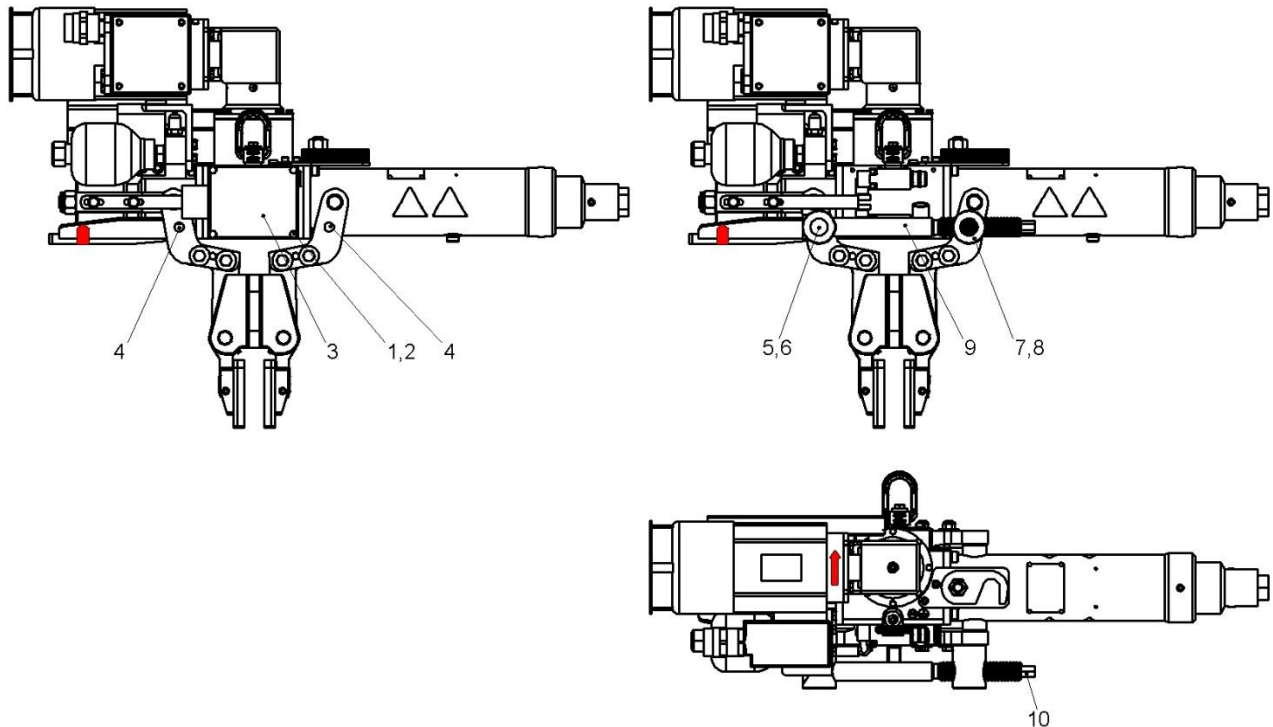
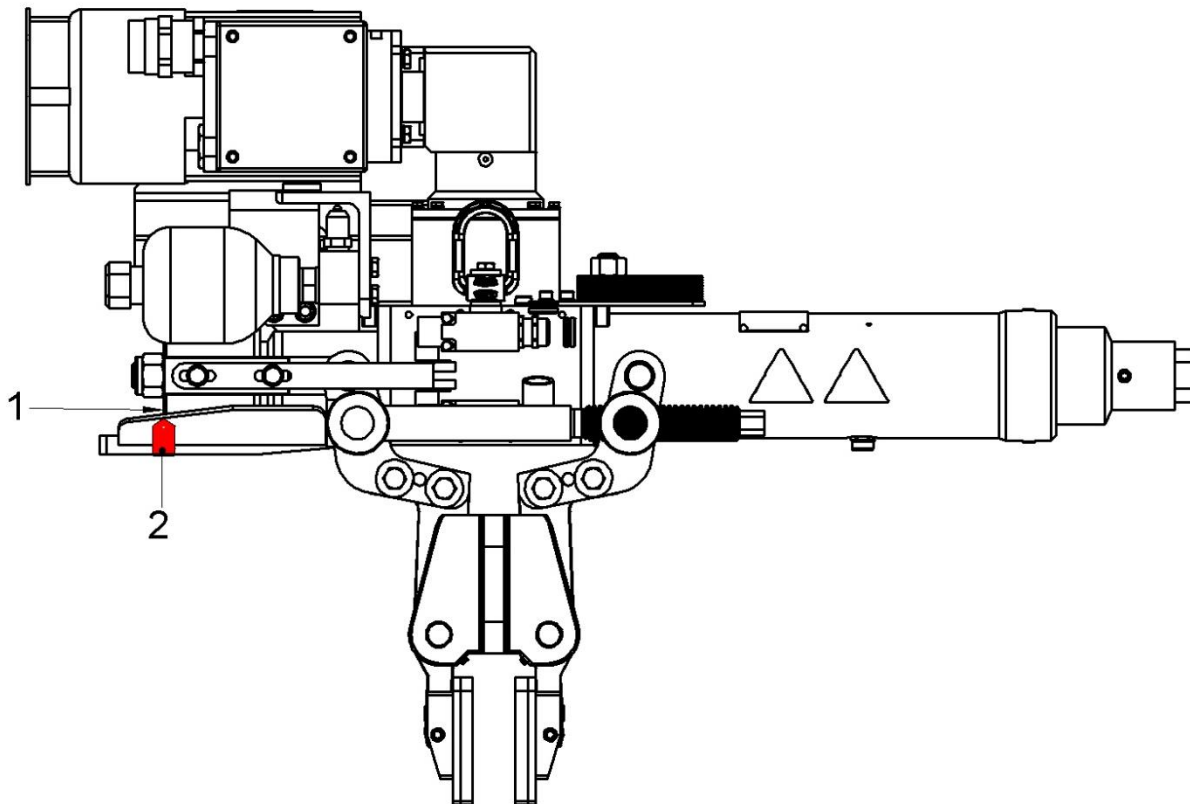
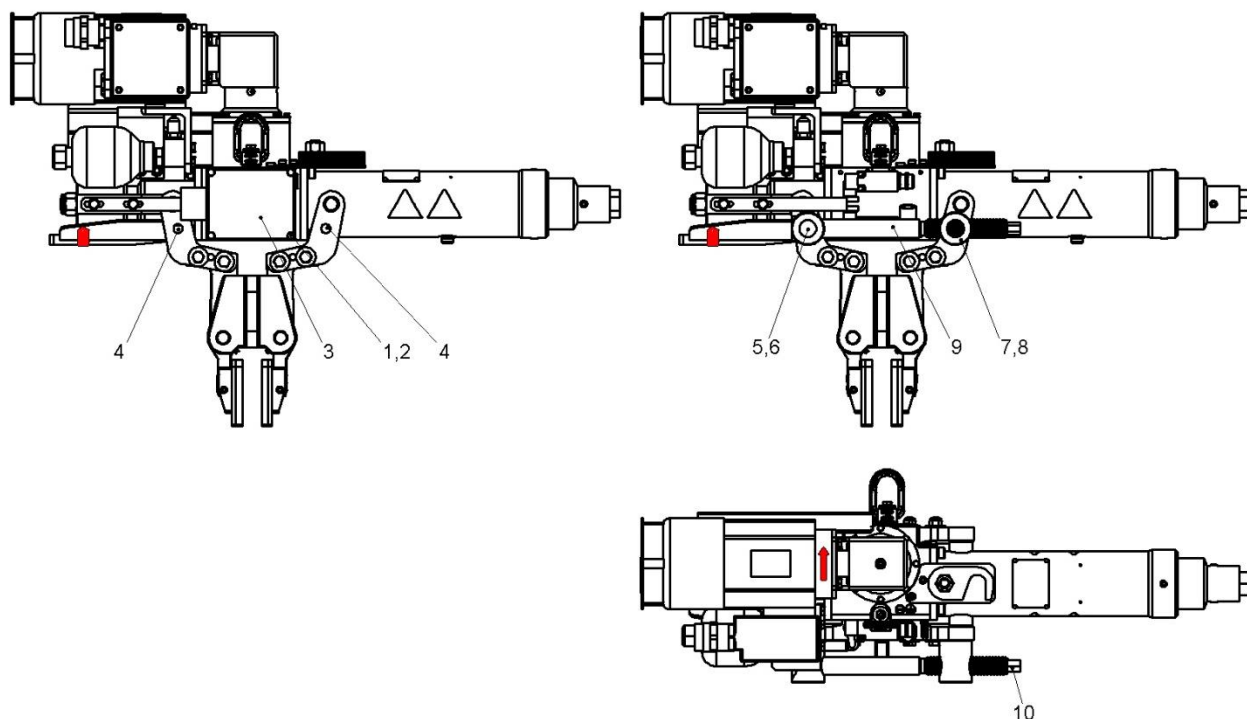
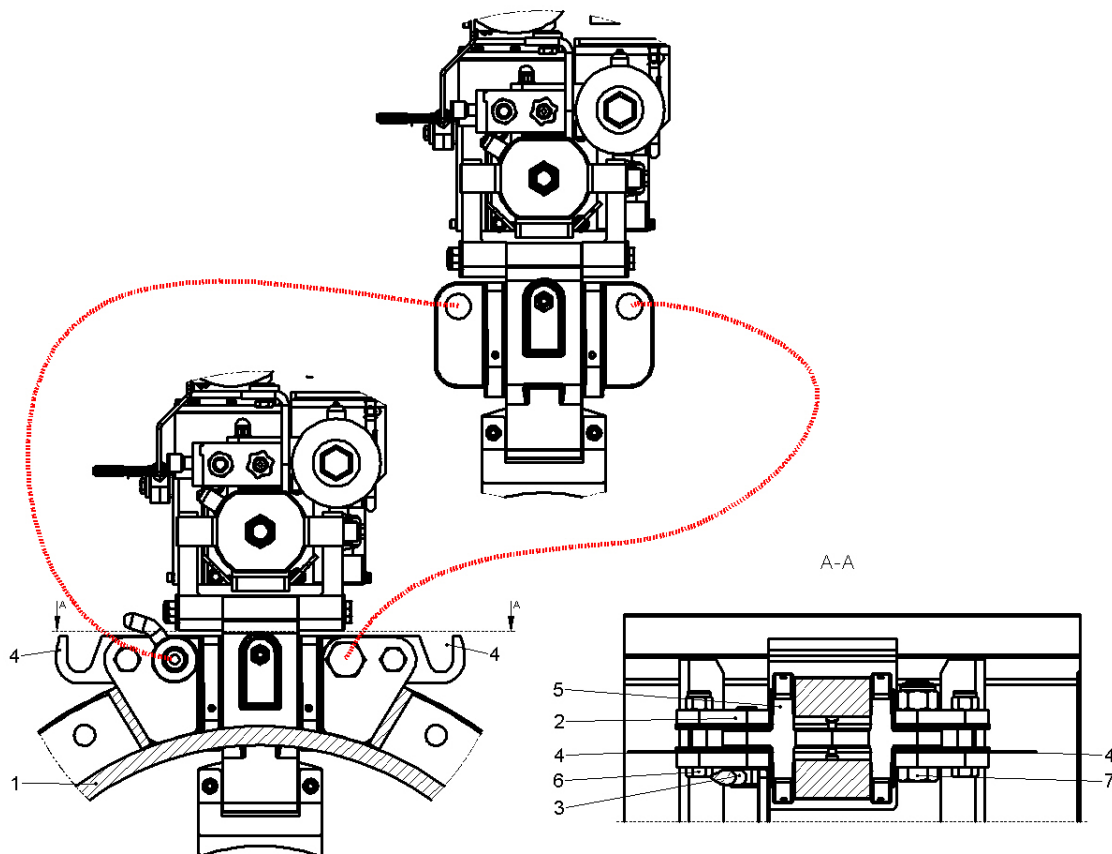

Abbildung 5: Manuelles Lüften der tz-Funktionsbremse
Abbildung 6: Maximale Lüftposition bei manuellem Lüften
Abbildung 11: Ausrichten der tz-Funktionsbremse zur Bremsscheibe
Abbildung 12: Bremszangenaufnahme mit tz-Funktionsbremse
(siehe Abbildung 5 und Abbildung 6)
Die tz-Funktionsbremse wird manuell mit Hilfe der Montagehilfe, kpl. (Positionen 5, 6, 7, 8 und 9, Abbildung 5) gelüftet. Die maximale Lüftposition beim manuellen Öffnen (siehe Abbildung 6) ist an der Schutzabdeckung (Position 1, Abbildung 6) markiert.
Bei Einsatz der Montagehilfe (Positionen 5, 6, 7, 8 und 9, Abbildung 5) auf der in Abbildung 5 dargestellten Seite wird zunächst das Gehäuse (Position 3, Abbildung 5) mit den Nord-Lock-Scheiben und den Schrauben (Positionen 1 und 2, Abbildung 5) entfernt. Bei Einsatz auf der gegenüberliegenden Seite entfällt dieser Schritt. Mit Hilfe der Schrauben (Positionen 5 und 7, Abbildung 5) werden das Haltestück (Position 6, Abbildung 5) und das Gewindestück (Position 8, Abbildung 5) in die entsprechenden Gewindebohrungen (Position 4, Abbildung 5) montiert. Die Spindel (Position 9, Abbildung 5) wird durch das Haltestück (Position 6, Abbildung 5) zum Gewindestück (Position 8, Abbildung 5) geschoben und greift dort in das Gewinde. Mit Hilfe eines Ringschlüssels SW17 wird die Spindel (Position 9, Abbildung 5) im Gegenuhrzeigersinn (CCW) durch das Gewindestück (Position 8, Abbildung 5) gedreht bis sich der Anschlag der Spindel (Position 9, Abbildung 5) an dem Haltestück (Position 6, Abbildung 5) an legt. Durch weiteres Drehen der Spindel (Position 9, Abbildung 5) wird die tz-Funktionsbremse geöffnet, bis ihre maximale Lüftposition erreicht ist (siehe Abbildung 6). Diese Lüftposition wird durch die Selbsthemmung des Gewindes gehalten.
Die maximale Lüftposition der tz-Funktionsbremse ist erreicht, wenn die linke Planfläche der Zangenaufnahme (Pos. 1, Abbildung 6) bündig mit dem Grenzmaßblech (Pos. 2, Abbildung 6) ist.
Nach Benutzung der Montagehilfe der tz-Funktionsbremse ist diese vollständig zu demontieren und gegen unbefugte Benutzung zu sichern. Bei der Demontage auf die Bewegung der Bremszange achten. Nach der Demontage der Montagehilfe muss das Gehäuse (Position 3, Abbildung 5) mit den Nord-Lock-Scheiben und Schrauben (Positionen 1 und 2, Abbildung 5) wieder befestigt werden.
(siehe Abbildung 12)
Bremsbacken parallel zum Zangenarm drehen – gegebenenfalls mit leichten Hammerschlägen ausrichten und die tz-Funktionsbremse in die vorgesehene Halterung (Pos. 2, Abbildung 12) der RPT- (tz-)Kupplungs-Bremshaube über die Bremsscheibe einsetzen.
Haube mit Bajonettverschlüssen (siehe Abbildung 12, linke Hälfte):
Schieberiegel (Pos. 3, Abbildung 12) der Bajonettverschlüsse einschieben.
Haube mit Schraubenbefestigung (siehe Abbildung 12, rechte Hälfte):
Schrauben M24x90 (Pos. 7, Abbildung 12) unverspannt vormontieren.
(siehe Abbildung 5, Abbildung 11 und Abbildung 12)
Um die tz-Funktionsbremse zur Bremsscheibe auszurichten, wird die tz-Funktionsbremse mit Hilfe der Montagehilfe, kpl. (Positionen 5, 6, 7, 8 und 9, Abbildung 11) geschlossen. Hierdurch richtet sich die tz-Funktionsbremse mittig zur Bremsscheibe aus. Die Montage der Montagehilfe, kpl. (Positionen 5, 6, 7, 8 und 9, Abbildung 11) erfolgt wie unter 2.2.2.1 beschrieben. Mit Hilfe eines Ringschlüssels SW17 wird die Spindel (Position 9, Abbildung 11) im Uhrzeigersinn (CW) gedreht und die tz-Funktionsbremse schließt sich. Durch Drehen der Spindel (Position 9, Abbildung 11) im Gegenuhrzeigersinn (CCW) wird die tz-Funktionsbremse gelüftet.
Nach dem Ausrichten der tz-Funktionsbremse zur Bremsscheibe ist es zwingend erforderlich die tz-Funktionsbremse im Zustand „Bremse geschlossen“ (Bremsbacken liegen fest an der Bremsscheibe an) zu belassen, bzw. gegebenenfalls zurückzudrehen! Nach dem Ausrichten der tz-Funktionsbremse zur Bremsscheibe ist es zwingend erforderlich das Drosselventil (Pos. 10, Abbildung 5) vollständig durch Drehen am Drehknopf im Gegenuhrzeigersinn (CCW) zu öffnen und diese Position mit der Schlitz-Klemmschraube am Drehknopf gegen Lösen zu sichern. Die Schutzabdeckung (Pos. 9, Abbildung 5) ist mit den Nord-Lock-Scheiben (Pos. 8, Abbildung 5) und Schrauben (Pos. 7, Abbildung 5) wieder zu montieren. Nach Benutzung der Montagehilfe der tz-Funktionsbremse ist diese vollständig zu demontieren gegen unbefugte Nutzung zu sichern.
Nach dem Ausrichten der tz-Funktionsbremse zur Bremsscheibe werden bei geschlossener tz-Funktionsbremse die Korrekturscheiben zur Bremszange (Pos. 4, Abbildung 12 / Pos. 12, Abbildung 2) zwischen die Halteplatte (Pos. 5, Abbildung 12) der tz-Funktionsbremse und den Bremszangenaufnahmen (Pos. 2, Abbildung 12) eingesetzt. (je nach Ausrichtung können links und rechts unterschiedliche Stückzahlen notwendig sein). Nach dem Einsetzen der Korrekturscheiben zur Bremszange (Pos. 4, Abbildung 12 / Pos. 12, Abbildung 2) die Bremszange durch Anziehen der Schrauben M16 (Pos. 6, Abbildung 12) fertig montieren.
Bei Hauben mit Schraubenverbindung müssen die Schrauben M16 (Pos. 6, Abbildung 12) und die Schrauben M24 (Pos. 7, Abbildung 12) fest angezogen werden (siehe Abbildung 12, rechte Hälfte). (Anziehdrehmoment für Schraubenverbindungen siehe Anhang „Anziehdrehmoment“)